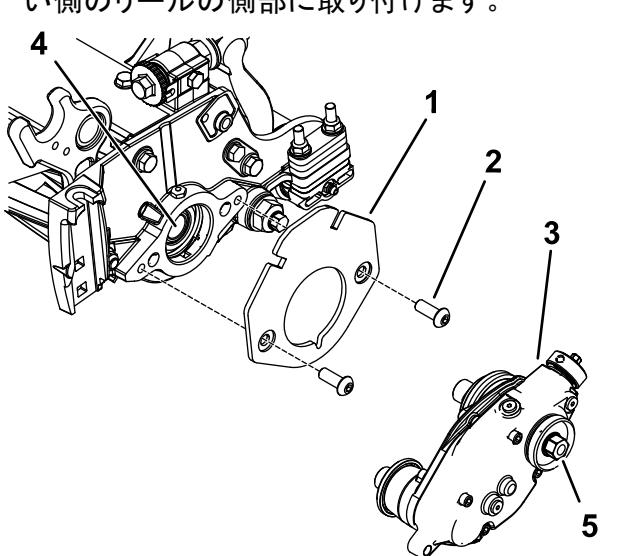

図 8
3. 内部のリールシャフトのねじ部分に、中程度のねじ山ロッキングコンパウンドBlue Loctite® 243などを塗る図 8。
4. グルーマ駆動ボックスをリールシャフトに取り付ける図 8。